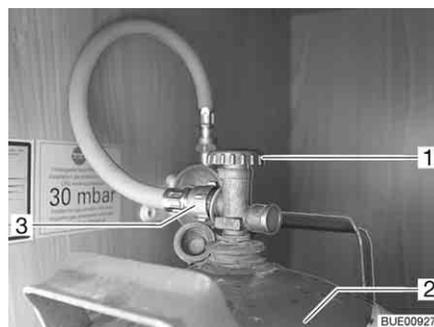

Bild 142 Gaskasten
- Haupt-Absperrventil (Bild 142,1) an der Gasflasche (Bild 142,2) schließen. Pfeilrichtung beachten.
- Gasschlauch (Bild 142,3) von Hand von der Gasflasche abschrauben (Linksgewinde).